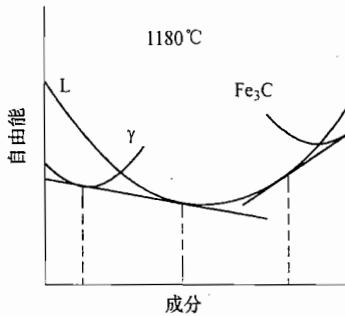

图 17-3 第三题第 4 小题解答图
4. Fe-Fe3C 合金在 1180℃ 时的成分-自由能曲线示意图如图 17-3 所示。